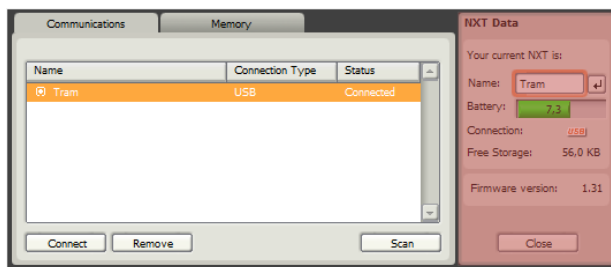

Рис. 1.16. Окно NXT
**ПРИМЕР 15** Изменение имени NXT. Нажмите на кнопку NXT WINDOW контроллера. В результате откроется окно, правая часть которого NXT Data содержит следующую информацию (рис. 1.16):